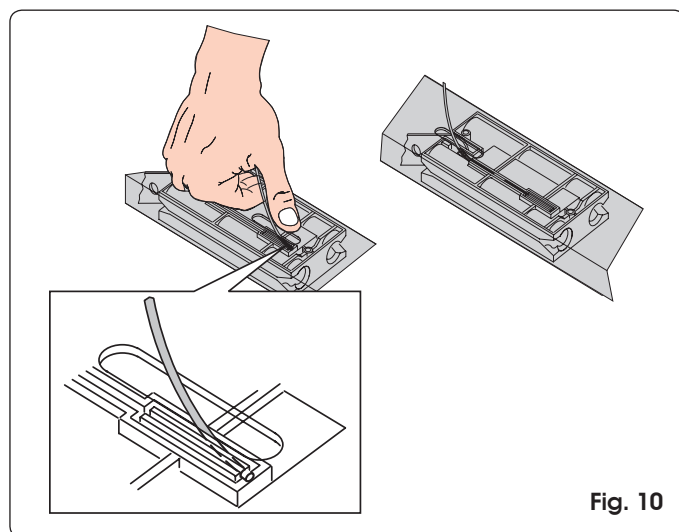

Fig. 10
- 2) Introduire la cosse du fil dans son logement de couleur rouge (Fig. 10).